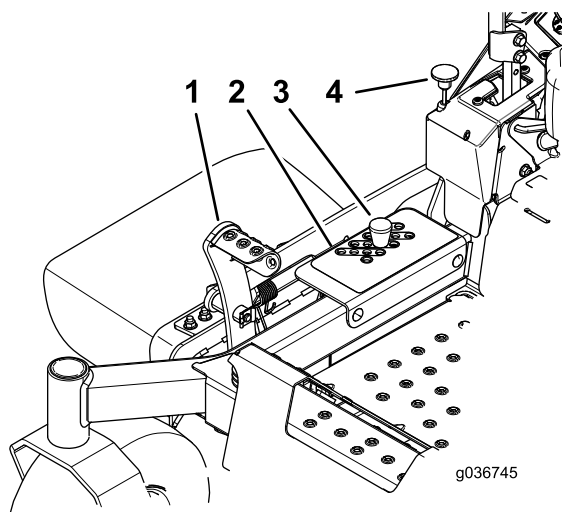

Figura 30
2. Pise el pedal de elevación de la carcasa y eleve la carcasa a la posición de TRANSPORTE (que es también la posición de Altura de corte de 127 mm o 5") como se muestra en Figura 30.
3. Retire el pasador del soporte de altura de corte (Figura 30).
4. Seleccione el taladro del soporte de altura de corte que corresponde a la altura de corte deseada, e inserte el pasador (Figura 30).